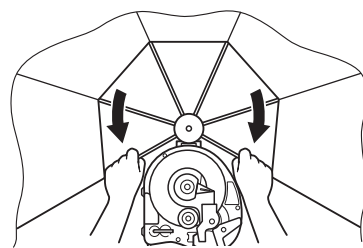

Fig. 18
- (2) Ouvrir complètement la protection en déployant les bras comme indiqué ci-dessous, jusqu'au déclic. (Fig. 18)